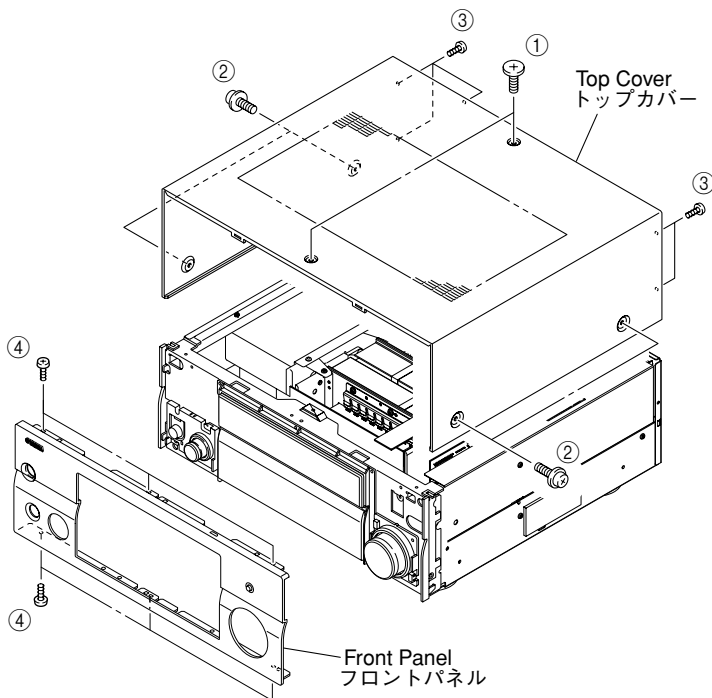

Fig. 1
- a. Remove 2 screws (①), 4 screws (②) and 5 screws (③). (Fig. 1)
- b. Slide the Top Cover rearward to remove it. (Fig. 1)
- a. ①のネジ2本、②のネジ4本、③のネジ5本を外します。(Fig. 1)
- b. トップカバーを後方へスライドさせ、取り外します。(Fig. 1)
Remove 6 screws (④) and then remove the Front Panel forward. (Fig. 1)
④のネジ6本を外し、フロントパネルを前方に外します。(Fig. 1)